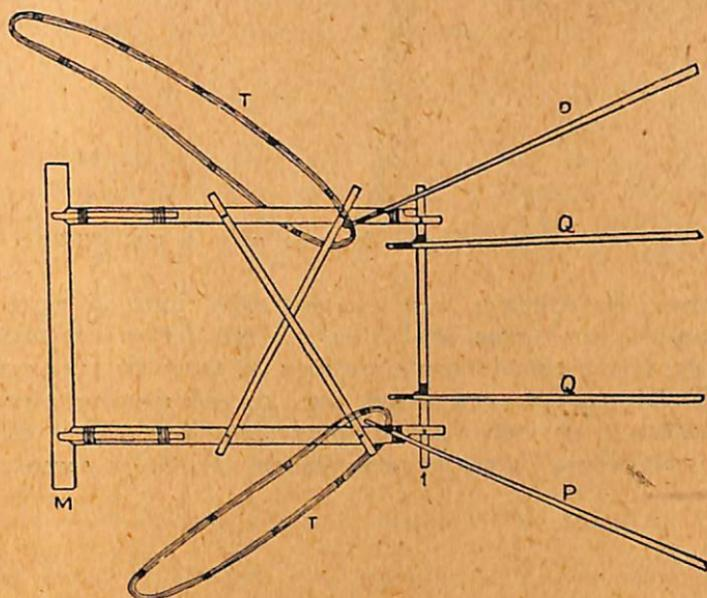
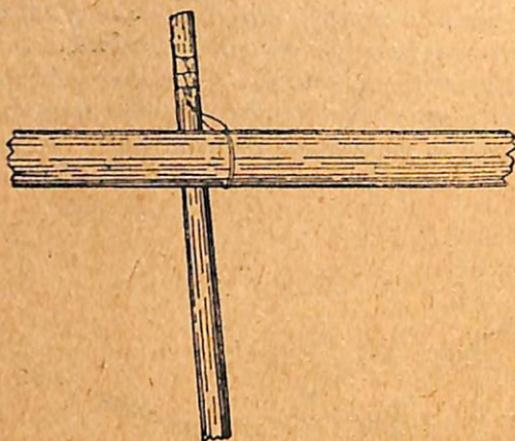

Fig. 47. — Quadro de encontro equipado para ser alçado
Fig. 48. — Amarração de uma vara a um quadro
83. — *Completar o quadro.* — Antes de ser alçado, um quadro de encontro recebe um chapéu e os tirantes principais que nele terminam (Fig. 47).
Dispôr quatro varas, tendo aproximadamente o comprimento dos montantes do quadro, duas por fora, e duas por dentro dos montantes do quadro (Fig. 47).
Ligar aos montantes (Fig. 47) as duas varas exteriores e ao chapéu as duas varas interiores, por meio da amarração seguinte, que deve ser feita com amarrião duplo (Fig. 48).